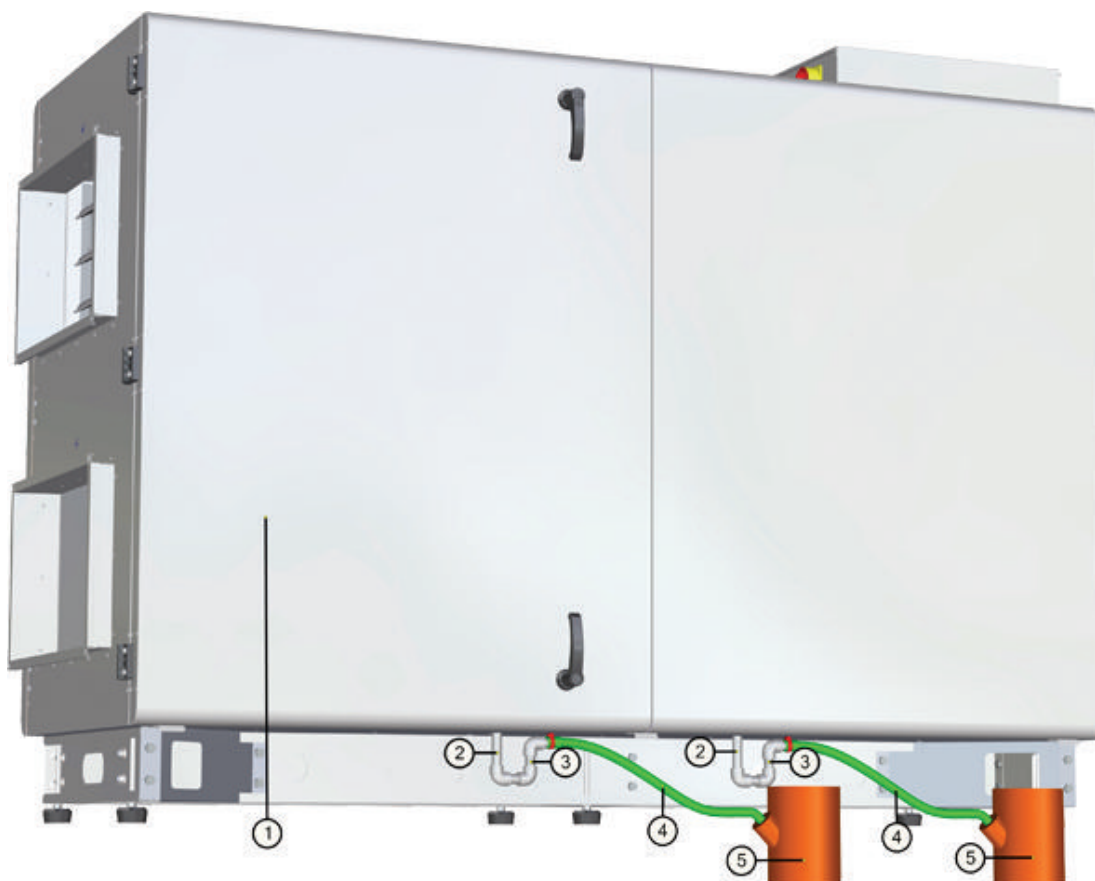

Рис. 9.1. Отвод конденсата от вентиустановки.
После монтажа дренажной системы проверьте ее работу, залив в поддон отвода конденсата 0,5 литра воды (сифон (3) должен быть постоянно заполнен водой). Если вода не вытекает из поддона, устраните данную неисправность. Система отвода конденсата должна эксплуатироваться в помещениях с температурой воздуха выше 0 °С, в противном случае необходимо покрыть тепловой изоляцией всю систему отвода конденсата от вентиустановки до канализационной трубы и проложить нагревательный элемент (в виде кабеля) под изоляцией. Схема отвода конденсата от вентиустановки показана на Рис. 9.1.